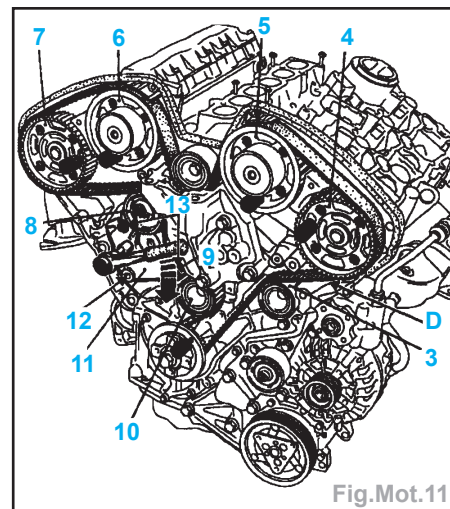

Fig.Mot.11
- Mettre en place la courroie sur le galet enrouleur (3) en s'assurant que le brin (D) de la courroie soit bien tendue (Fig.Mot.11).